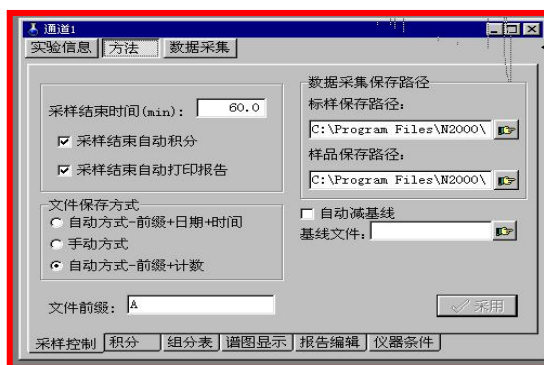

图 1-6
4.3.2 首先选择一个您喜欢的文件保存方式，如是自动方式必须在如图 1-6 所示处输入一个有特征性的文字作为文件前缀，以便以后的色谱文件管理。手动方式在停止采样以后输入；同时您还可以选择样品及标样的保存位置。
4.3.3 如图 1-6 所示，用鼠标点击下方的第二个积分菜单，选择好积分参量（即使用什么作为积分对象）及积分方法，积分方法有归一法、校正归一法、